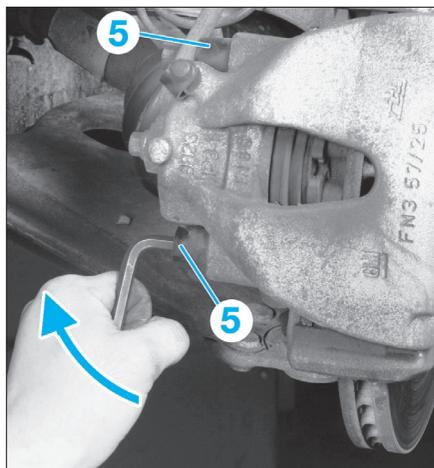

FIG. 7
- Dévisser les 2 vis des colonnettes (5) de l'étrier (fig. 7).